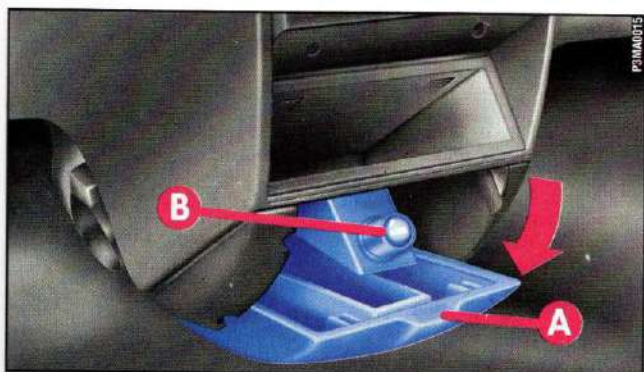
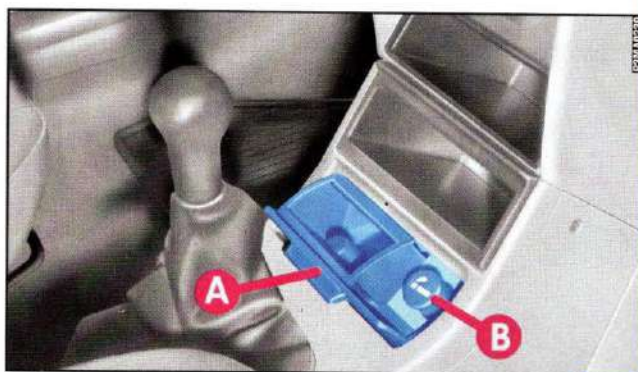

fig. 49
fig. 50
1) Spingere sull'aletta **A**-fig. 49 e fig. 50 dello sportello fino al raggiungimento dello scatto di bloccaggio.